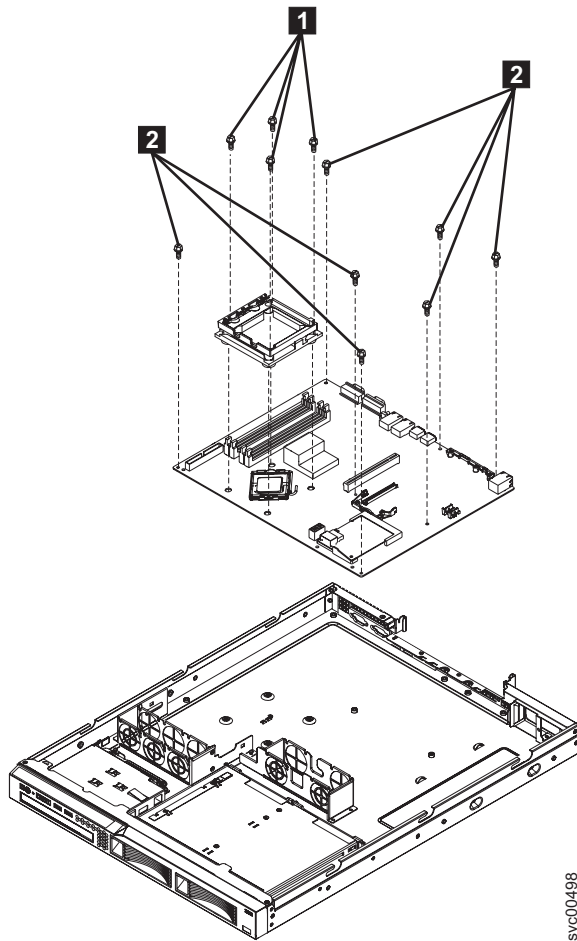

図 197. SAN ポリウム・コントローラー 2145-8A4 システム・ボードおよびマイクロプロセッサの保持モジュール
16. マイクロプロセッサ保持モジュールの方向を覚えておいてから、マイクロプロセッサ保持モジュールをシステム・ボードに固定している 4 個のねじ (238 ページの図 197 の **1**) を取り外します。そして、保持モジュールをサーバーから持ち上げます。
17. システム・ボードをシャーシに固定している残り 8 本のねじ (図 197 の **2**) を取り外します。ねじを安全な場所に置きます。